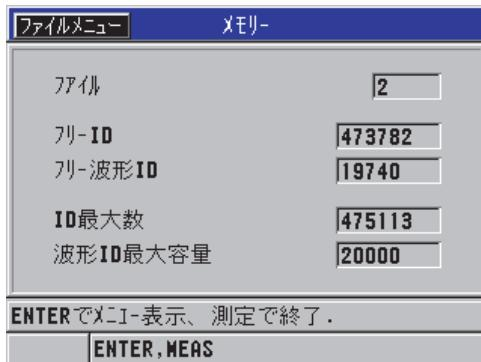

図 6-34 メモリーステイタス画面
- 【ファイル】を押し、メモリーを選択してから、【ENTER】を押してメモリーステイタス画面を表示します（117 ページの図 6-34 を参照）。この画面には、内部メモリーに保存されているファイル数および現在の記憶容量が表示されます。